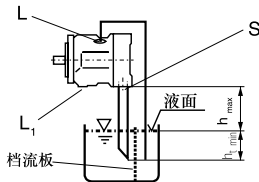

图 4
b) 当油箱的最低液面比泵的上端低时，“L₁”口堵，“L”口以及有可能“S”口的管道连接见接管见图4。情况如同1.2.1节。
a) 如安装在油箱之上，请见图4。